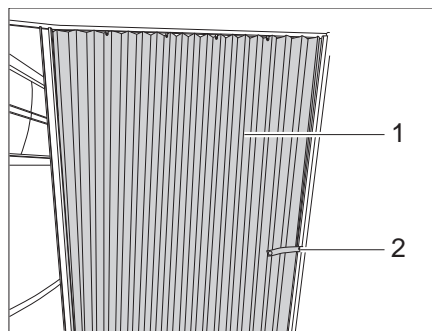

Fig. 150 Cortina plegable
- Soltar la cinta de seguridad (Fig. 150,2).
- Tirar la cortina plegable (Fig. 150,1) a la posición de cierre.
- Dirigir la cortina plegable (Fig. 150,1) a la posición de apertura.
- Fijar la cortina plegable con la cinta de seguridad (Fig. 150,2).